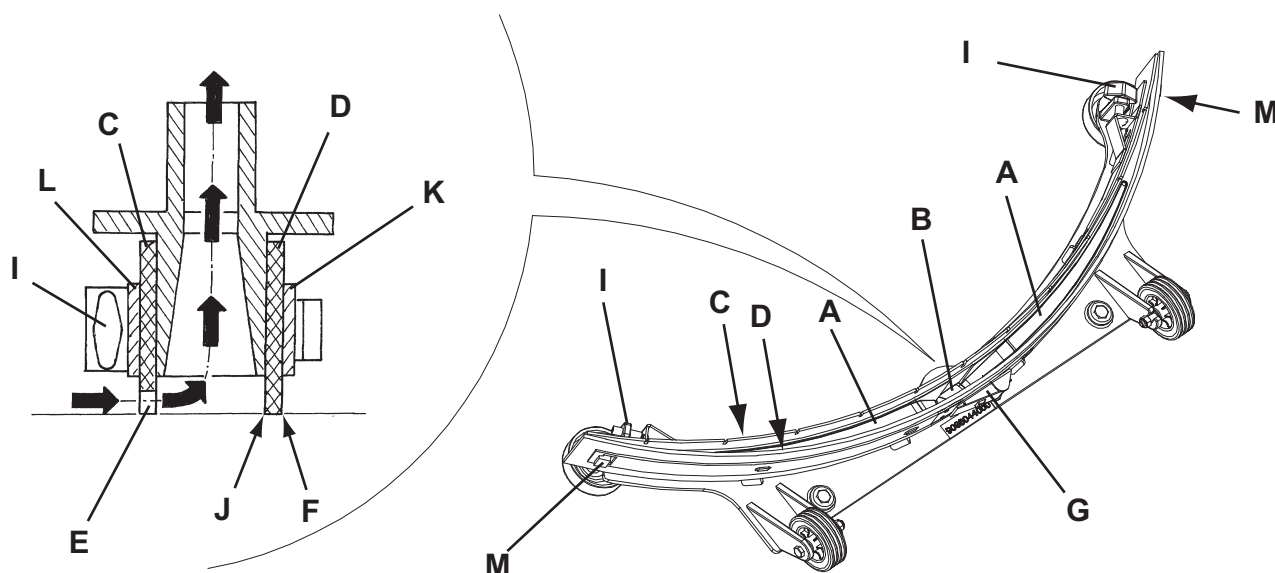

Figure 3
2. Débrancher le câble d'alimentation (3) du réseau électrique et l'enrouler autour du logement correspondant (4).
3. Baisser l'embouchure (21) au moyen du levier (7).
4. Desserrer les boutons (22) et déposer l'embouchure (21).
5. Déconnecter le tuyau d'aspiration (11) de l'embouchure.
6. Laver et nettoyer l'embouchure (Fig. 3). Nettoyer en particulier les compartiments de convoyage (A) et l'orifice d'aspiration (B) de la saleté et des déchets. Contrôler que la lamelle en caoutchouc avant (C) et la lamelle en caoutchouc arrière (D) sont intactes et qu'elles ne présentent pas de coupures ou déchirures ; dans le cas contraire, les remplacer (voir la procédure au paragraphe suivant).
- Nettoyer l'embouchure (Fig. 3) comme décrit au paragraphe précédent.
- Contrôler que le bord (E, Fig. 3) de la lamelle en caoutchouc avant (C) et le bord (F) de la lamelle en caoutchouc arrière (D) se posent simultanément sur le plan, et en toute leur longueur ; en cas contraire, régler leur hauteur en procédant selon les instructions suivantes :
- Déposer le tirant (G), décrocher les dispositifs de retenue (M) et régler la lamelle en caoutchouc arrière (D), puis accrocher les dispositifs de retenue et installer le tirant.
- Desserrer les boutons (I) et régler la lamelle en caoutchouc avant (C), puis serrer les boutons.
- Contrôler que la lamelle en caoutchouc avant (C) et la lamelle en caoutchouc arrière (D) sont intactes et qu'elles ne présentent pas de coupures ou déchirures ; en cas contraire, les remplacer en procédant comme suit. Contrôler que l'arête (J) de la lamelle en caoutchouc arrière n'est pas usée ; en cas contraire, tourner la lamelle en caoutchouc, en remplaçant l'arête usée avec l'une des trois arêtes intactes. Si toutes les arêtes sont usées, remplacer la lamelle en caoutchouc en procédant comme suit :
- Déposer le tirant (G), décrocher les dispositifs de retenue (M) et déposer la bande de retenue (K), puis remplacer / tourner la lamelle en caoutchouc arrière (D).
1. Débrancher le câble d'alimentation (3) du réseau électrique et l'enrouler autour du logement correspondant (4).
3. Ouvrir le couvercle (18) et le porter dans la position de lavage (L, Fig. 3).
4. Nettoyer et laver à l'eau propre le couvercle (A), les réservoirs (B et C) et la grille d'aspiration avec fermeture automatique à flotteur (D).